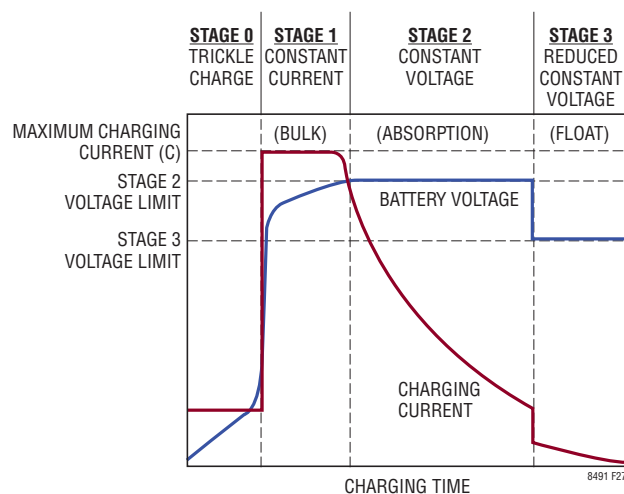

図 27. 鉛酸バッテリーの充電サイクル
時間制限値を無効にしている場合、LT8491 は鉛酸バッテリー・スタックを目的のステージ 3 電圧制限値まで充電し、(1) バッテリー電圧がステージ 3 電圧制限値 (V_{S3}) の 96% を下回った場合、または (2) 充電電流が C/5 を上回った場合、充電サイクルを再開します。図 27 に、代表的な鉛酸充電サイクルを示します。